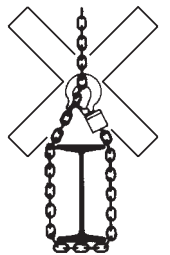

Fig. 4
- La catena di carico non deve essere utilizzata come imbragatura (Fig. 4);